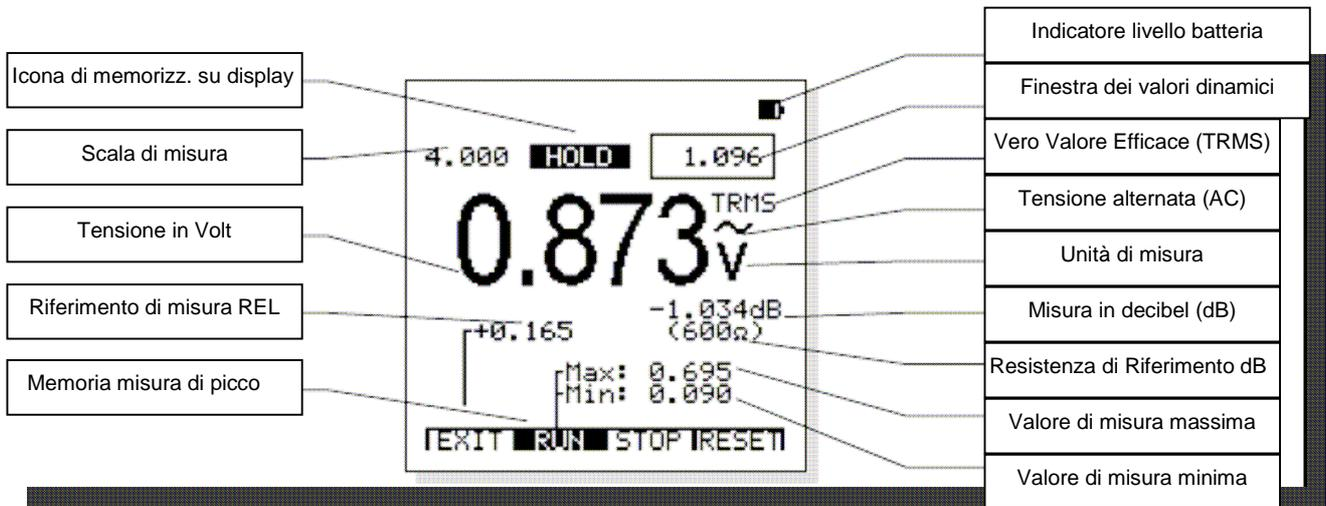

Fig. 23
Il pulsante **FUNCS** seleziona le funzioni del **MULTIMETRO** (Fig.23), **F1**, **F2** e **F3** selezionano le sottofunzioni (in corsivo):
1. Premere il tasto **AUTO / RANGE** per 2 secondi, Il simbolo "**AUTO**" (in Fig. 23) scompare e lo strumento va in modalità Manuale.